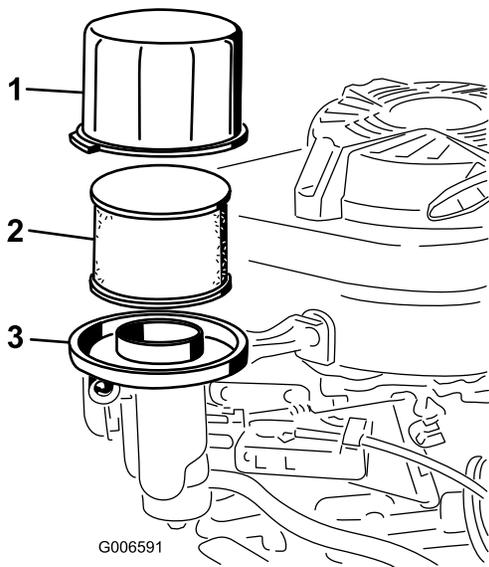

Figura 27
3. Retire cobertura e limpe-a cuidadosamente (Figura 27).
4. Retire o pré-filtro de esponja do filtro de papel (Figura 27) e substitua o filtro de papel se estiver excessivamente sujo.